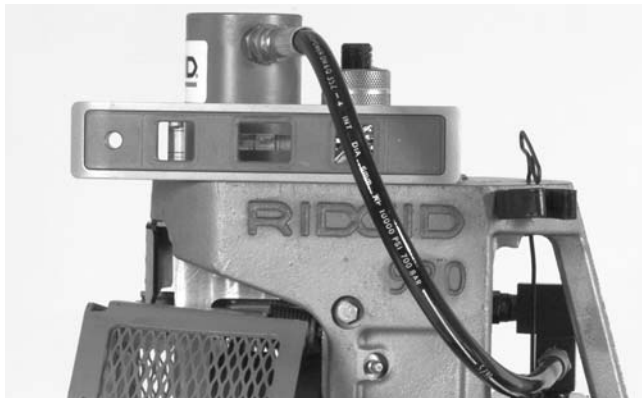

Figura 7 – Nivelación de la Ranuradora
8. Revise que la Ranuradora esté nivelada y la unidad, estable (Figura 7).